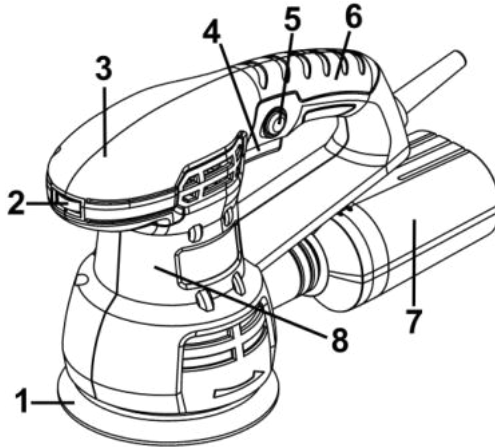

Рисунок 1
2.2.1 Виріб складається з наступних основних частин: пластикового корпусу з основною опорною рукояткою (3), в якому встановлений колекторний електродвигун, система пиловідведення, вимикач (4), шнур живлення з вилкою для підключення до електромережі, – згідно рис. 1. На валу двигуна встановлене лопатеве колесо витяжки пилу під час роботи виробу. Пил через патрубок потрапляє у контейнер (7) або в пилосос. Шліфувальна платформа (1) приєднується до валу двигуна з можливістю вільного обертання незалежно від роботи двигуна через перехідну ексцентрикову опору з підшипником.